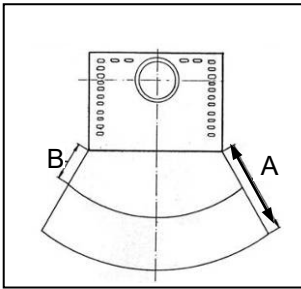

Bild 2
Im Sichtbereich (Strahlungsbereich) des Feuers muss zu brennbaren Bauteilen, Möbel oder auch z.B. zu Dekostoffen ein Abstand nach vorne von mindestens **100 cm** (A), gemessen ab Vorderkante Feuerraumöffnung eingehalten werden. Der Sicherheitsabstand reduziert sich auf **50 cm** (B), wenn ein belüfteter Strahlungsschutz vor das zu schützende Bauteil montiert wird (Bild 2)